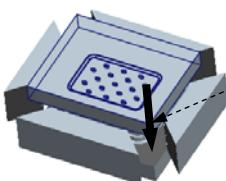
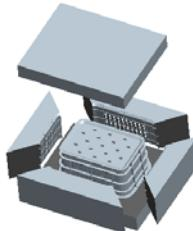

图 16.29 选取移动方向
图 16.30 移动后的状态
Step4. 开模步骤 2: 移动上模。选取图 16.29 所示的边线为移动方向, 输入要移动的距离值-1000, 移出后的模型如图 16.30 所示。